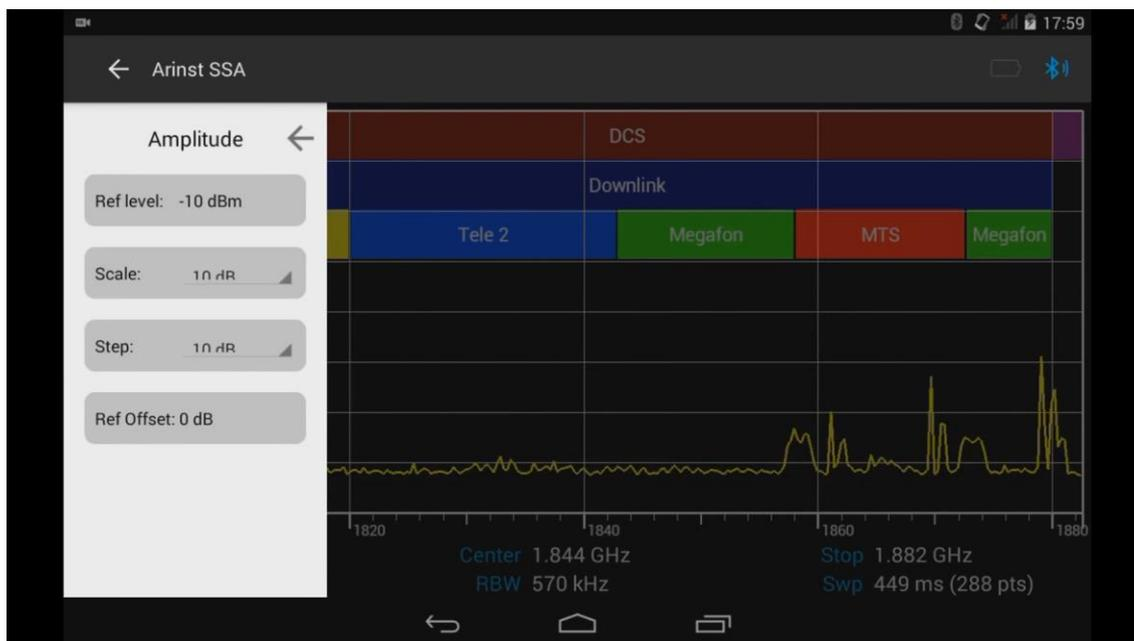

Рисунок 36 – Меню управления шкалой амплитуд
8.6.1. Из главного меню управляющей программы, войдите в меню управления амплитудными параметрами **Amplitude** (Рисунок 36).